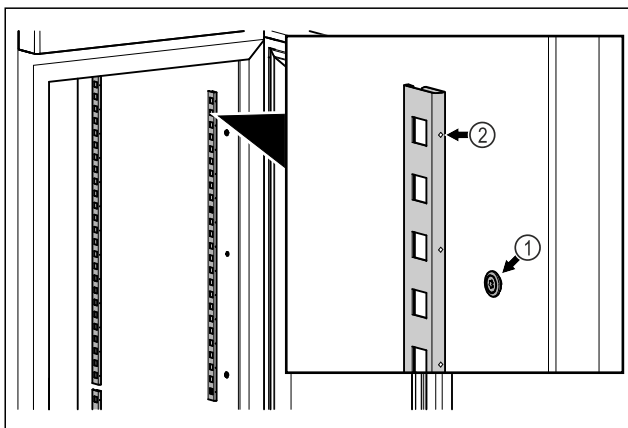

Fig. 54 Représentation à titre d'exemple
- Accrocher les bandes d'encliquetage dans la suspension Fig. 54 (1). Le repère Fig. 54 (2) doit pointer vers l'avant.